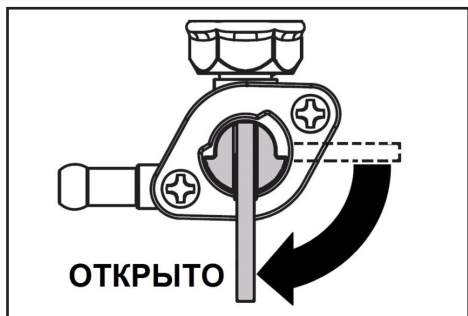

Рис. 14 Рычаг топливного крана
3. Откройте топливный кран переводом рычага в вертикальное положение (Рис. 14).